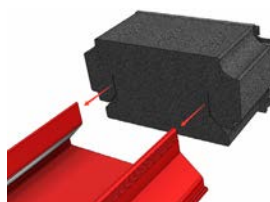
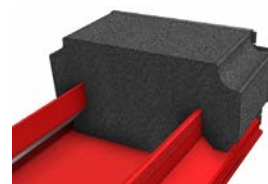

Fig C2
Fig C3
- Deslice el bloque de espuma sobre el extremo de la tapa que quedará contra el panel. (Fig. C2 y Fig. C3).